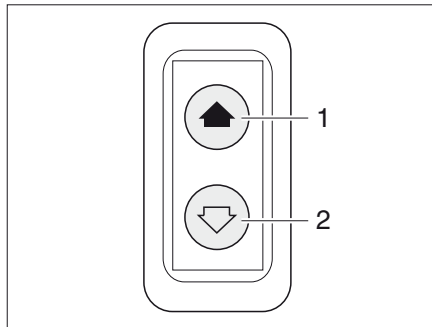

Bild 27 Knapp för elmanövrerad fönsterhiss
På förarsidan är fordonet utrustad med en elmanövrerad fönsterhiss (Bild 27).
**Öppna:** ■ Tryck på det nedre reglaget (Bild 27,2).
**Stänga:** ■ Tryck på det övre reglaget (Bild 27,1).